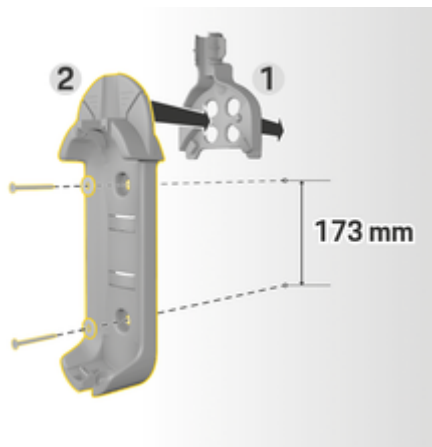

图 3: 钻孔尺寸
3. 将基本壁挂支架 2 (图 3) 从前面按入电缆线路导件 1 (图 3) 中。